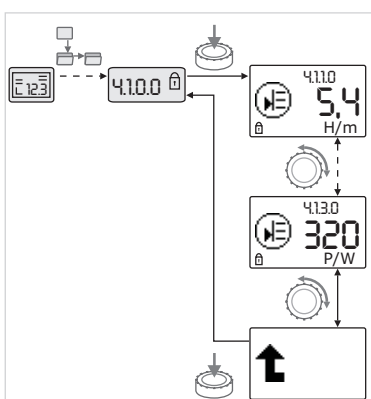

Fig. 44: Hentning af informationer
- Gå til menuelementer af typen "information" i den aktuelle undermenu ved at dreje på den røde knap (se fig. 44). Forklaringer til de indstillinger, der repræsenteres af symboler, se tabellen i kapitel 8.7 "Reference menuelementer" på side 230.